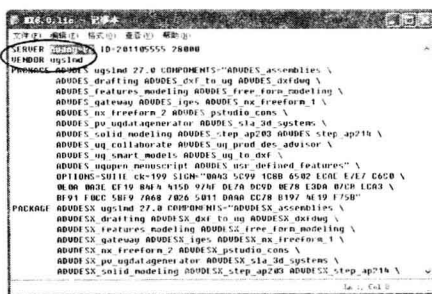

图 1-7 NX8.0.lic
- 3 使用文本软件打开 NX8.0.lic 授权文件，把本地计算机名称填到此文件中，如图 1-7 所示，比如本地计算机名称是 huang-PC，注意不要后面的点。第一排文字是 SERVER lg14 ID=20100510 28000。